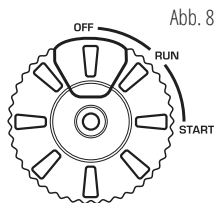

Abb. 8
3. Drehen Sie den Multifunktionsschalter in die Position „OFF“ (Abb. 8) oder stellen Sie den Motorschalter in die Position „OFF“ (je nach Modell).